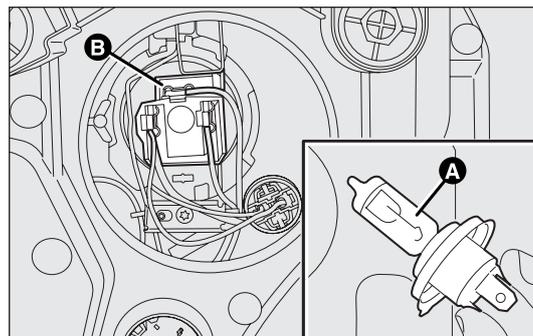

fig. 162
- scollegare il connettore elettrico B-fig. 162 centrale e sganciare la molletta fermalamпада;